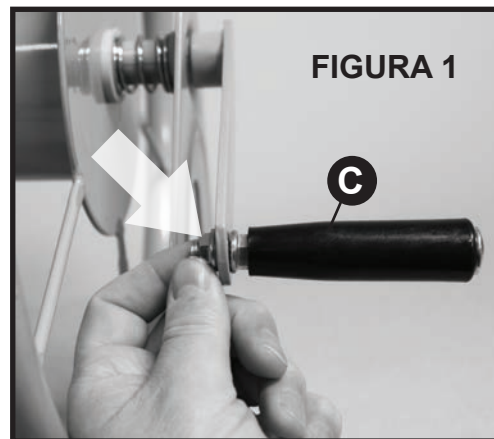

FIGURA 1
1. Remueva la arandela superior de la agarradera (C) Junte la agarradera y la tuerca inferior a la manivela de acero. Usando la llave ajustable, o su mano, ajuste las tuercas en las partes de adelante y de atras de la agarradera. Las dos tuercas deben ser ajustadas para permitir que la agarradera se mueva o rote libremente. **Figura 1**